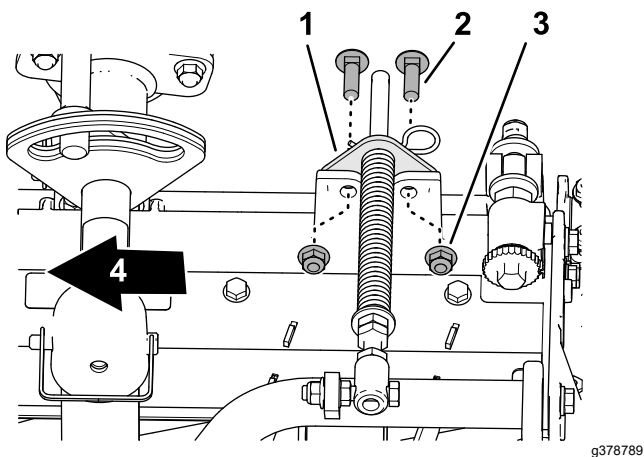

Figura 21
5. Alinee los espárragos de la guía de mangueras izquierda con los orificios del bastidor de la unidad de corte y del soporte del muelle de compensación (Figura 21).
5. Alinee los orificios del soporte del muelle de compensación con los del bastidor de la unidad de corte (Figura 21).